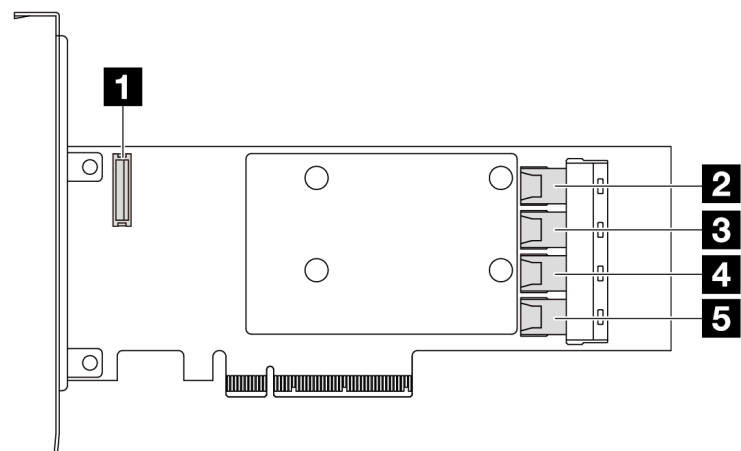

图 297. Gen 3 16i SFF RAID/HBA 适配器 (四个端口接口)
- 第 292 页图 297 “Gen 3 16i SFF RAID 适配器（四个端口接口）”